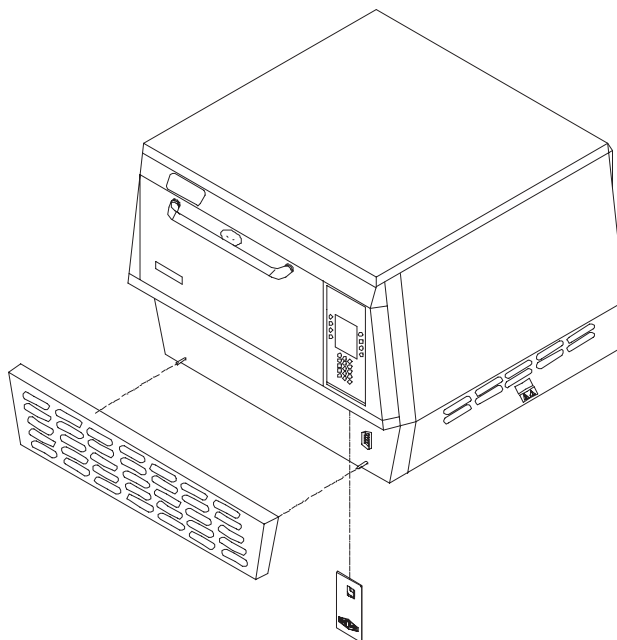

FIGURA 19: Insertar tarjeta inteligente
3. Retire el panel inferior de acceso (Figura 19).
4. Inserte la tarjeta inteligente dentro del horno (Figura 19).